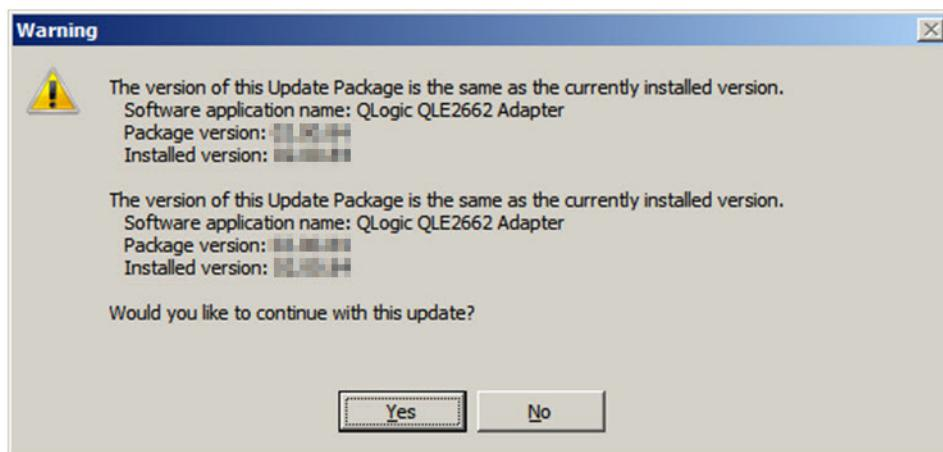

図 3-2. Dell Update Package インストールの続行
3. インストール手順に従います。警告メッセージ（図 3-2）が表示されたら、**Yes**（はい）をクリックしてインストールを続行します。